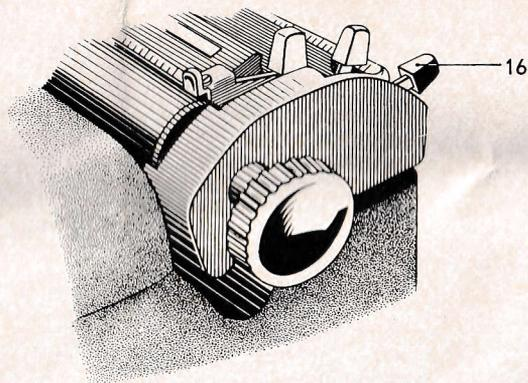

Abb. 10
Will man sämtliche Reiter auf einmal löschen, so zieht man den Gesamtlöschler (16) nach vorn (Abb. 10).